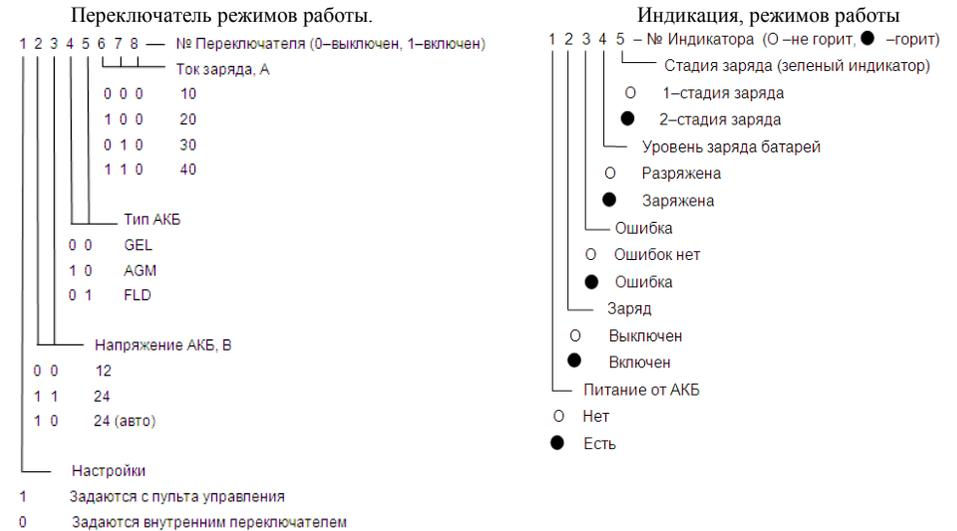

Рисунок 6.2. Настройка и индикация режимов работы
6.2 Перед монтажом необходимо настроить СКЗ (см. Рис. 6.2), провести внешний осмотр СКЗ с целью определения отсутствия повреждений корпуса.